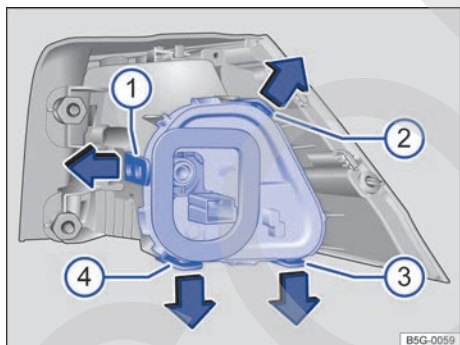

Fig. 194 Grupo óptico trasero en la carrocería: desmontaje del portalámparas. ❶ a ❹ pestañas de bloqueo.
- ❶ Para desbloquear el portalámparas, presione las pestañas de bloqueo → fig. 194 ❶ a ❹ en el sentido de las flechas.
- ❷ Extraiga el portalámparas del grupo óptico trasero.
- ❸ Sustituya la lámpara averiada por otra nueva del mismo tipo.
- ❹ Coloque el portalámparas en el grupo óptico trasero. Todas las pestañas de bloqueo tienen que encastrar de forma audible.